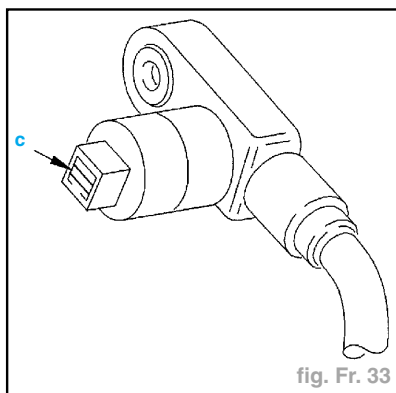

fig. Fr. 33
- Contrôler la propreté du capteur en "c" (fig. Fr. 33).
- Reconnecter le connecteur (3).
- Refermer le cache (2).